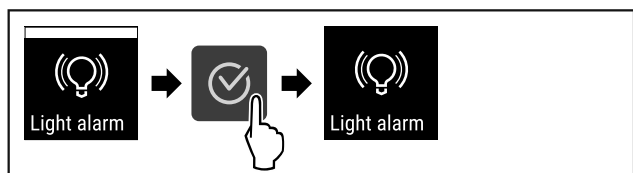

Fig. 120
- ▶ Vykonajte kroky akcie (pozri Fig. 120).